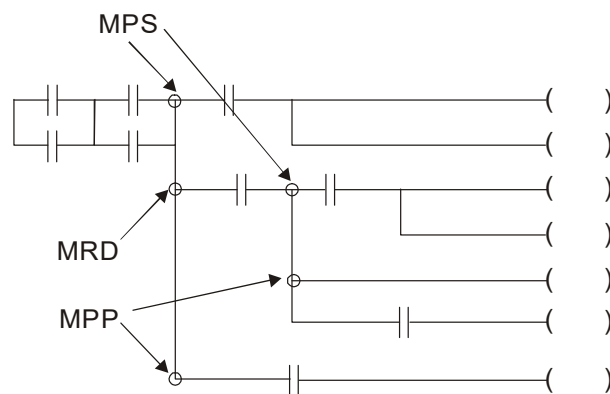

图 16-36
- MPP 可以由「└」来做判定。基本上使用上述的方式解析不会有误，但是有时相同的状态输出，编译程序会将之省略，以下图 16-36 说明：